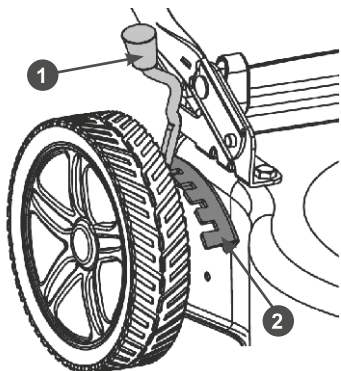

Рис. 14 Регулировка высоты скашивания
- А) выведите рычаг 1 регулировки из зацепления с зубчатым сектором 2 (Рис. 14);
- Б) переместите рычаг 1 регулировки в требуемое положение и снова введите в зацепление рычаг и зубчатый сектор (Рис. 14).